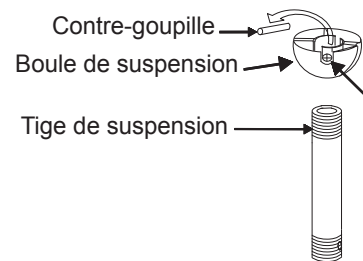

Fig. 8
**Étape 5.** Retirez la boule de suspension de la tige de suspension en desserrant la vis de pression, dévissant et retirant la contre-goupille et dévissant la boule pour la retirer de la tige. (Fig. 8)